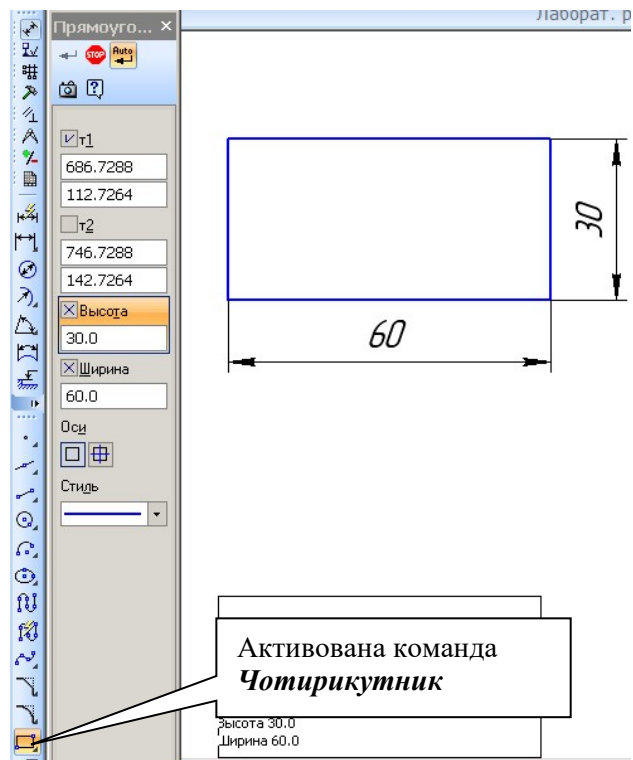

Рис. 2.3
2. Побудуйте чотирикутник висотою 30 мм, шириною 60 мм, рис. 2.3.
Якщо потрібно проставити лінійний розмір, натискається відповідна піктограма і, при цьому, активується *Панель властивостей Лінійний розмір*. Вибирається відповідний тип лінійного розміру: *Паралельно об'єкту*, *Горизонтальний*, *Вертикальний*. Якщо, наприклад, потрібно заміряти ширину та висоту прямокутника (рис. 2.3), вибирається послідовно *Горизонтальний* та *Вертикальний розмір*. Лівою клавішею миші послідовно натискаємо на відповідних кутах об'єкта (рис 2.11) [2].